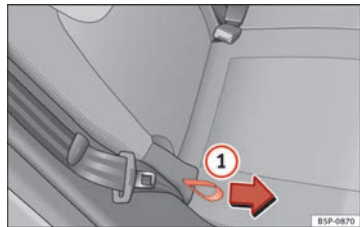

Fig. 91 Ajuste de la inclinación del respaldo del asiento posterior.
- Sujete el respaldo del asiento por la parte superior. Tire del lazo situado en el lateral del asiento ⇒ fig. 91 ① en la dirección de la flecha y manténgalo en esta posición. Empuje el respaldo del asiento hacia atrás hasta la posición que desee y suelte el lazo.